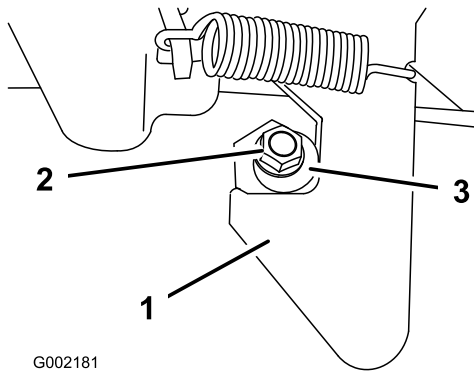

Figura 25
1. Allentate il dado sull'estremità della colonnetta di ancoraggio (Figura 25).
2. Girate la colonna di ancoraggio in senso orario finché non si trova saldamente contro il dispositivo di chiusura, quindi serrate il dado (Figura 25).